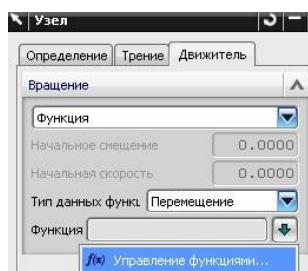
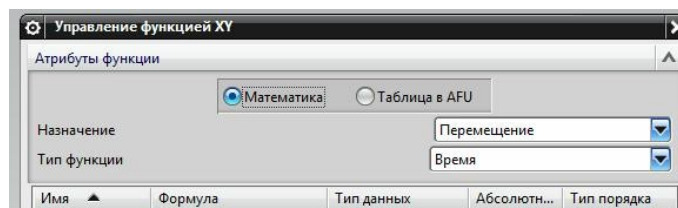

рис.77
рис.78
- Затем вы должны уточнить – какую именно функцию вы имеете в виду (рис.77). И в результате вы попадете в диалоговое окно *Управление функцией XY* (рис.78), в котором нужно выбрать одно из имен уже сформированных функций, или “по ходу” описать нужную вам функцию.
- Аналогично, при описании силы или момента, не обязательно считать эту силу или момент постоянными на все время анализа (рис.80). При желании, вы также можете внешнее воздействие задать с помощью некоторой функции (рис.81). И при этом вы опять попадете в диалоговое окно рис.78.
- Существует два больших раздела в нашем диалоговом окне (рис.78): *Математика* и *Таблица в AFU*. То есть, нужную функцию можно задать с помощью математических формул, или таблично. Сначала мы рассмотрим задание функции **в виде таблицы**.